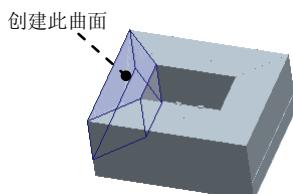

图 16.21 创建拉伸曲面 4
Step7. 参考 Step4 创建图 16.21 所示的拉伸曲面 4。